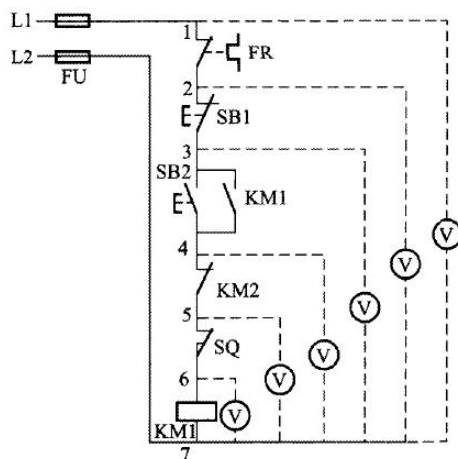

图 10-2 电压分阶测量法
①电压测量法。检查时把万用表的选择开关旋到交流电压 500V 档位上。
a) 电压分阶测量法如图 10-2 所示。